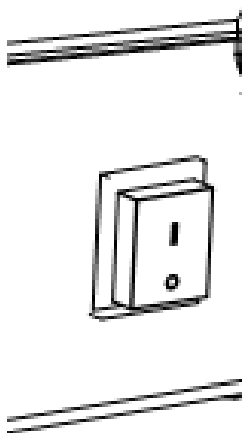

Figure 2
- a. Portare l'interruttore di alimentazione in posizione I e verificare che la ventola inizi a funzionare correttamente. (Fig. 2.)